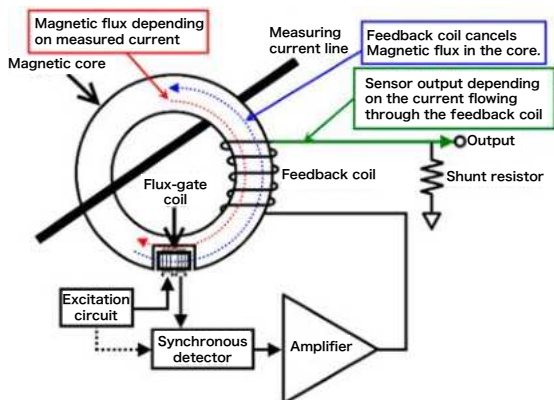

Fig. 3 Zero-flux method (flux-gate type).
ゼロフラックス方式とは，Fig.3, 4のように磁気回路を含めて負帰還回路を形成し，被測定電流によってコアに生じる磁束をキャンセルするように帰還コイルに電流を流す方式である．動作磁束を極めて小さいレベルに抑えられるため，磁性材の非線形性による影響を最小限に抑えることができる利点がある．当社の高精度電流センサは，Fig.3に示すフラックスゲート方式と変流器 (CT) 方式を組み合わせたゼロフラックス方式である．フラックスゲート方式は直流からの検出が可能であり，半導体を使用しない検出方式のため，オフセット電圧が小さく，温度安定性，長期安定性に優れている特長がある．当社は，確度 0.02 %rdg.，帯域 3.5 MHz と世界トップクラスの精度と帯域を持つ電流センサを提供している．また，フラックスゲート方式の高い温度安定性を活かし， -40°C ～ $+85^{\circ}\text{C}$ までの温度範囲で使用可能な製品も提供している．